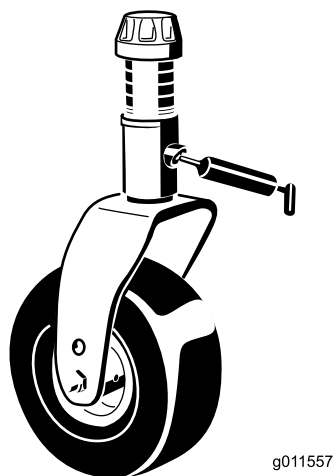

Рисунок 41
- Втулка вала вилки поворотного колеса (1 шт.) (Рисунок 41)